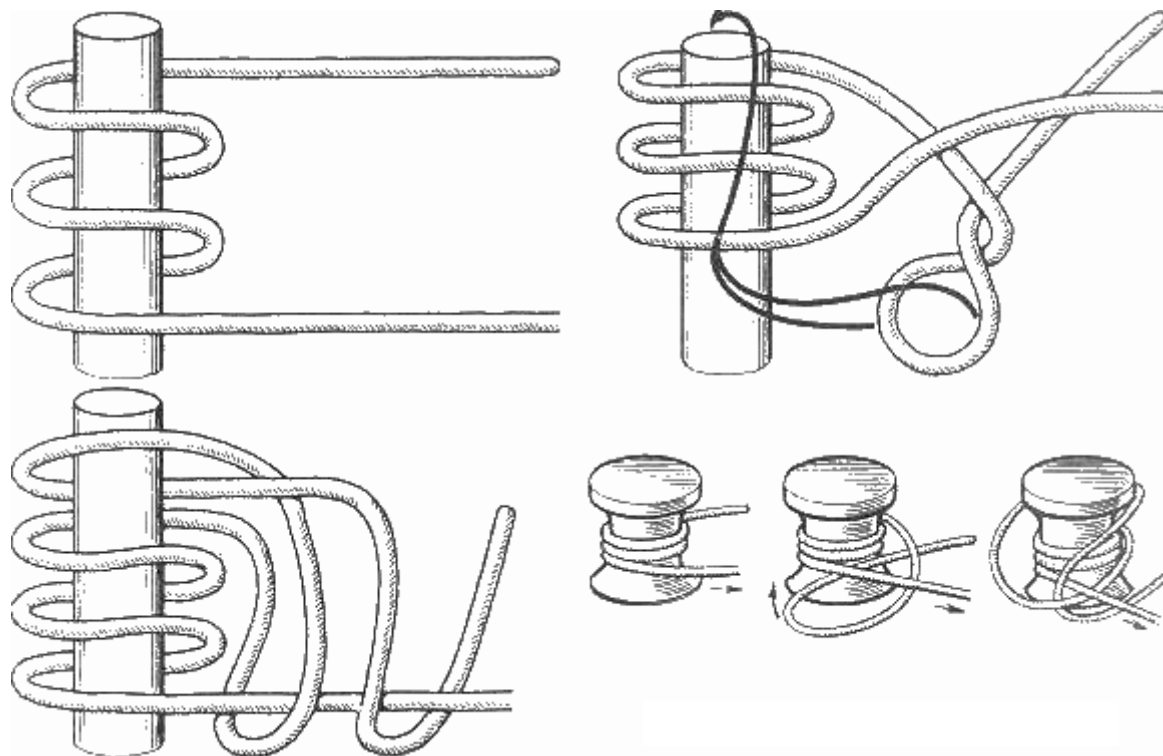

Рис. 19. Портовый узел
**Портовый узел** (рис. 19). Задержать швартовный синтетический конец на парном кнехте - дело нехитрое. А как быть, если вместо парного кнехта в вашем распоряжении одинарный кнехт (или битенг), а на конце швартова нет огона? Для этой цели в морской практике есть несколько оригинальных узлов. Объясним принцип одного из них, который можно отнести к числу незатягивающихся узлов.